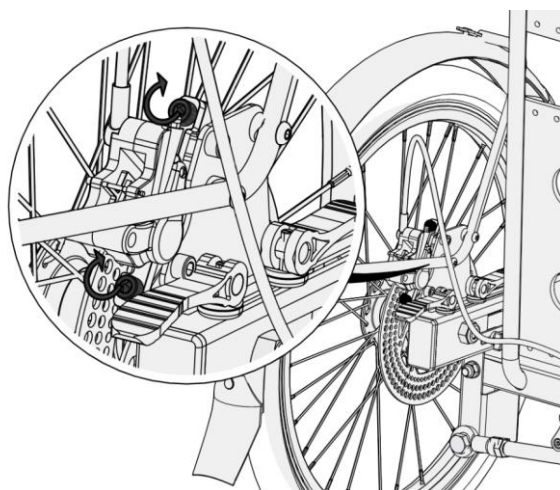

Figure 17 - Réglage du positionnement des étriers de freins
- Réglez le positionnement des étriers de frein. Pour cela, actionnez le frein parking afin de bloquer les étriers sur les disques (voir chapitre 9.D). Puis vissez les deux vis pour chaque étrier de frein (Cf. figure 17) ;